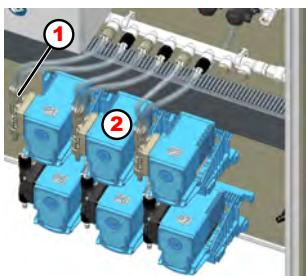

Fig. 5 : Affectations produit
1. Brancher les tuyaux aux raccords pour flexibles correspondants (Fig. 5 , repère 1) des pompes (Fig. 5 , repère 2) avec les colliers de serrage inclus.